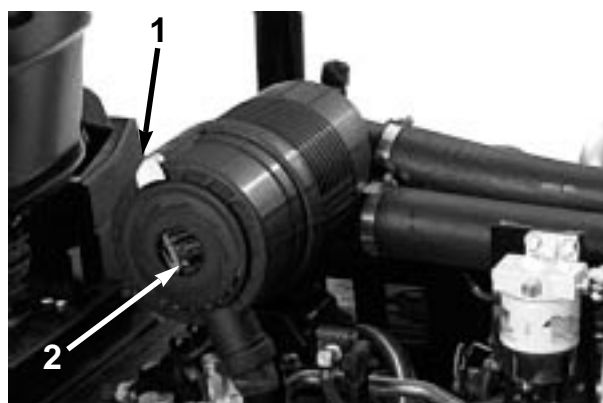

図 44
1. ラッチを外し、カバーとボディー (図 44) を分離し、カバー内部を清掃する。